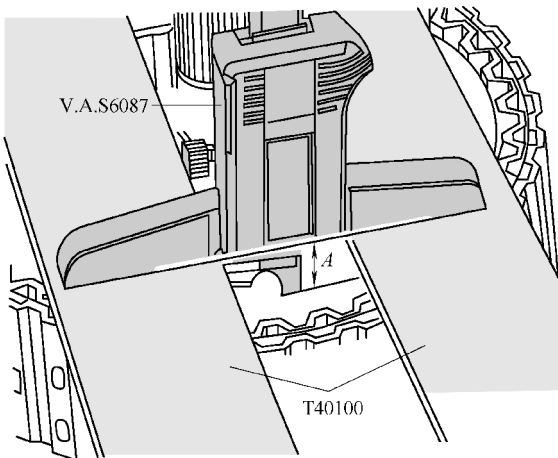

图 2-2-55 用数字式深度游标卡尺 V. A. S6087 测量调整摩擦片并记录测量值 A
(8) 用数字式深度游标卡尺 V. A. S 6087 测量调整摩擦片并记录测量值 A, 如图 2-2-55 所示。测量时数字式深度游标卡尺 V. A. S 6087 必须平靠在两把直尺 T40100 上。